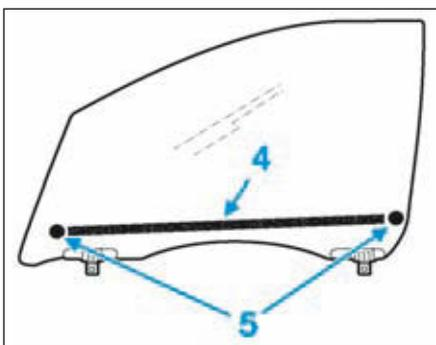

FIG.72
- Si la vitre doit être remplacée, coller de la mousse adhésive (4) entre les cales (5) (Fig.72).